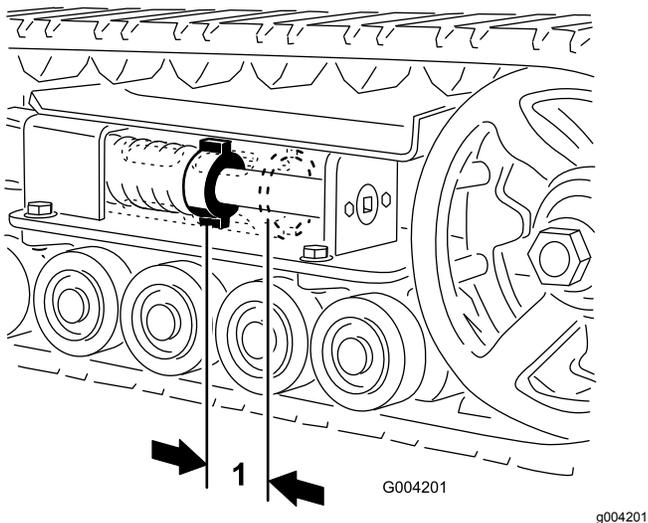

Рисунок 46
Между натяжной гайкой и задней стороной натяжной трубы должен быть зазор 7 см (Рисунок 46). Если это не так, отрегулируйте натяжение гусеницы, используя следующую процедуру:
5. Используя ключ с храповым механизмом на $\frac{1}{2}$ дюйма, поворачивайте натяжной винт против часовой стрелки до тех пор, пока расстояние между натяжной гайкой и задней стороной натяжной трубы (Рисунок 46) не станет равным 7 см.
натяжной трубы (Рисунок 46) не станет равным 7 см.
- Поворачивайте натяжной винт против часовой стрелки до тех пор, пока расстояние между натяжной гайкой и задней стороной натяжной трубы (Рисунок 46) не станет равным 7 см.